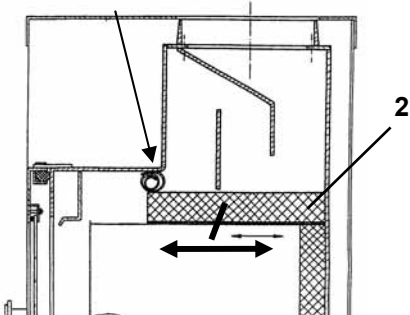

Bild 6
- Vor Inbetriebnahme sind die Transportsicherungen auf der Umlenkplatte über dem Feuerraum (Bild 6) herauszunehmen und evtl. Aufkleber auf der Sichtscheibe rückstandsfrei zu entfernen.
Mit richtigem Betrieb/Bedienung und guter Pflege/Wartung erhöhen Sie die Wertstabilität und Lebensdauer Ihrer Geräte. Sie sparen wertvollen Ressourcen und schonen unsere Umwelt und Ihren Geldbeutel. Zur Reinigung, ist die Umlenkplatte (Bild 6 Nr. 2) nach vorne zu ziehen. Dadurch kann der Abgasweg von innen, oder wenn das Abgasrohr entfernt wird, von oben gereinigt werden.
Die Umlenkplatte (Bild 6 Nr. 2) ist nach dem Reinigen wieder ganz nach hinten zu schieben.